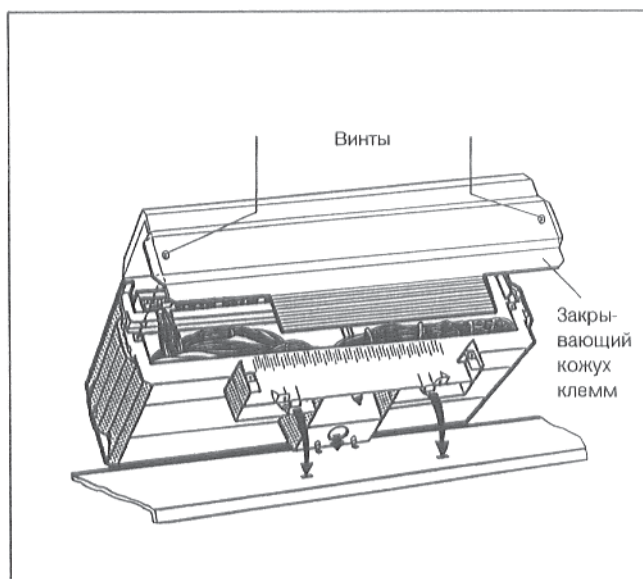

Рис. 21
- Вывернуть оба винта из закрывающего кожуха клемм и снять кожух (Рис. 21).
- Устройство регулирования установить таким образом, чтобы вставные крюки спереди входили в отверстия овальной формы, подать устройство регулирования по направлению вперед и затем откинуть назад, чтобы зафиксировались оба эластичных крюка с правой и левой стороны (см. стрелки на Рис. 21).
- К задней стенке устройства регулирования привинтить закрывающий кожух клемм посредством двух винтов (Рис. 21).